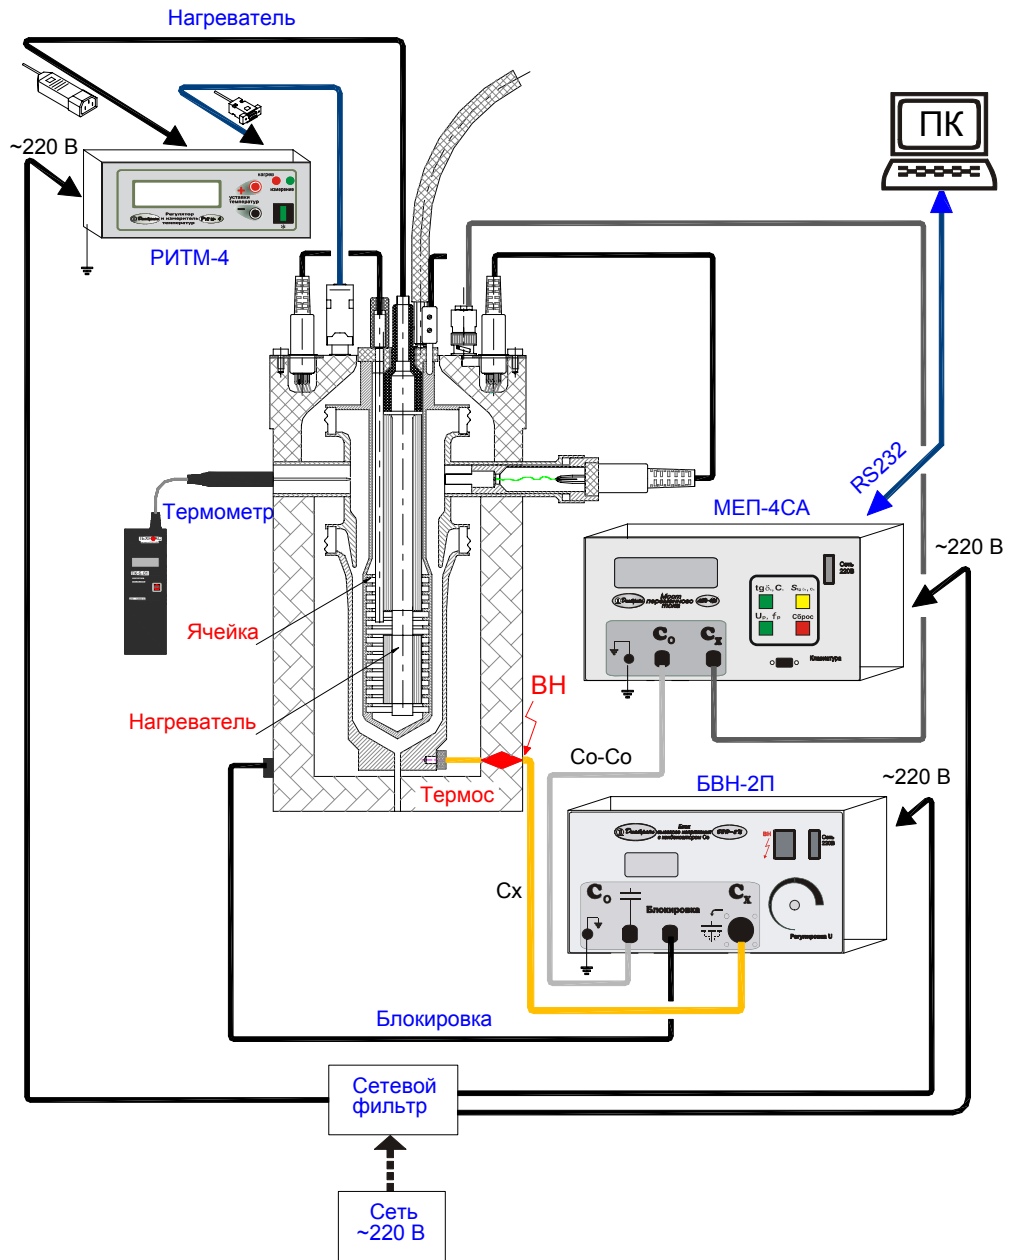

Рис.3
Измерительная ячейка цилиндрического типа (ГОСТ 6581-75) состоит из измерительного, высоковольтного и охранного электродов (рис.3). Охранный электрод представляет собой неразборный узел с двумя керамическими изоляторами и имеет три патрубка. В один из патрубков вворачивается датчик температуры, во второй - запорный вентиль со шлангом и воронкой для заливки масла, а в третий вставляется специальный переходник, позволяющий измерять температуру масла в рабочем объеме ячейки с помощью зонда термометра. В качестве датчиков температуры применены термометры сопротивления ТСО-34э-50М, выполненные в виде цилиндрических щупов диаметром 5 мм. В днище высоковольтного электрода имеется отверстие с резьбой, в которое вставлен штуцер со шлангом для слива масла. С внешней стороны боковой поверхности высоковольтного электрода имеется несквозное отверстие с резьбой для подключения высоковольтного провода. Чертежи измерительной ячейки приведены в руководстве по ее эксплуатации.
3.3.13. Заземлите в одной точке охранный электрод ячейки, термос, РИТМ-4, блок высокого напряжения и другие используемые приборы. Схема соединения модулей испытательного комплекса приведена на рис. 3.